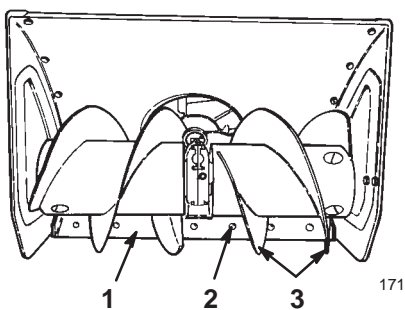

Figure 29
2. Vis de carrossier (6)
6. Placez un support sous les lames de la tarière pour qu'elles se trouvent au moins à 3 mm du sol (Fig. 29).
8. Pour corriger la position de la lame racleuse, desserrez les boulons de carrossier qui la fixent au carter de tarière (Fig. 29), mettez-la à la hauteur voulue et resserrez les boulons.